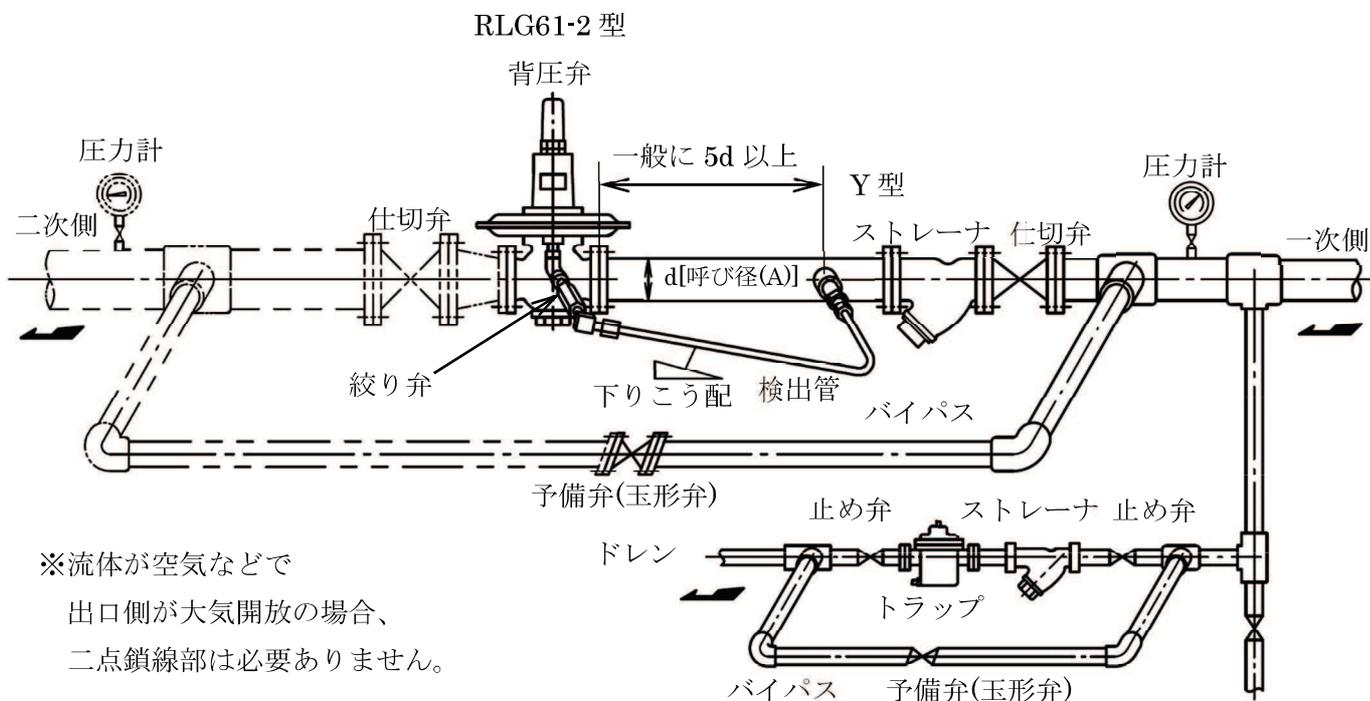

図2 配管例図
<ul style="list-style-type: none">● 背圧弁を取り付ける前に、弁箱内に異物が入っていたり、輸送中に背圧弁が破損していないかお確かめください。防止処置は施してありますが、念のためお調べください。● 背圧弁を取り付ける前に、配管内の清掃を充分に行ってください。作動不良の大部分は配管中の鉄屑・塵埃によるものですから、これらの除去には特に御留意ください。● 配管に際しては、気体の流れ方向と弁箱に取り付けてある矢印銘板の矢印の方向を必ず一致させ、図 2 の配管例図に示すように外部検出管を接続してください。また、Y 型ストレーナ及び予備弁(玉形弁)を備え、更に前後弁(仕切弁)と圧力計を取り付けるよう御計画ください。なお、背圧弁一次側には呼び径の 5 倍以上の直管部を設けてください。● 背圧弁は水平配管に正立にお取り付けください。● 配管の応力をなるべく弁箱にかけないように注意してください。弁箱にかかる応力が過大になりますと摺動部がゆがみ、円滑な作動ができなくなったり、弁座と弁体の当りが悪くなったりします。● 絞り弁と一次側配管を結ぶ検出管は、ダイヤフラム室及び検出管内にドレンが滞留しないよう下り勾配
- 2.3 配管に際しては、気体の流れ方向と弁箱(3)に取り付けてある矢印銘板の矢印の方向を必ず一致させ、図2の配管例図に示すように外部検出管を接続してください。また、Y型ストレーナ及び予備弁(玉形弁)を備え、更に前後弁(仕切弁)と圧力計を取り付けるよう御計画ください。なお、背圧弁一次側には呼び径の5倍以上の直管部を設けてください。